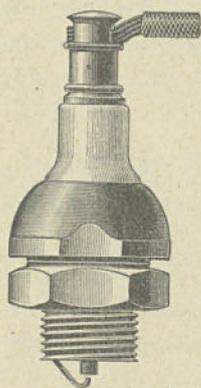

Fig. 49. — Bougie d'allumage.
**Les bougies d'allumage.** — Les bougies d'allumage (*fig. 49*)